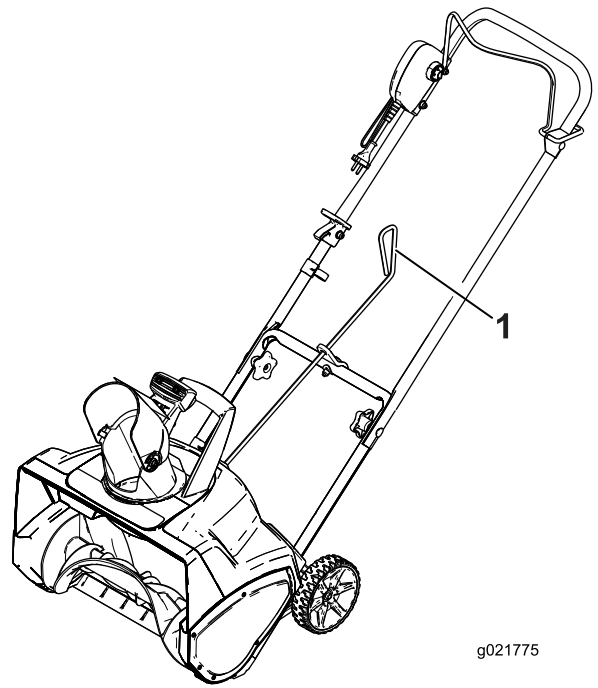

**Figure 5**
3. Retirez l'autocollant qui masque le trou de clavette au dos du carter (**Figure 5**).